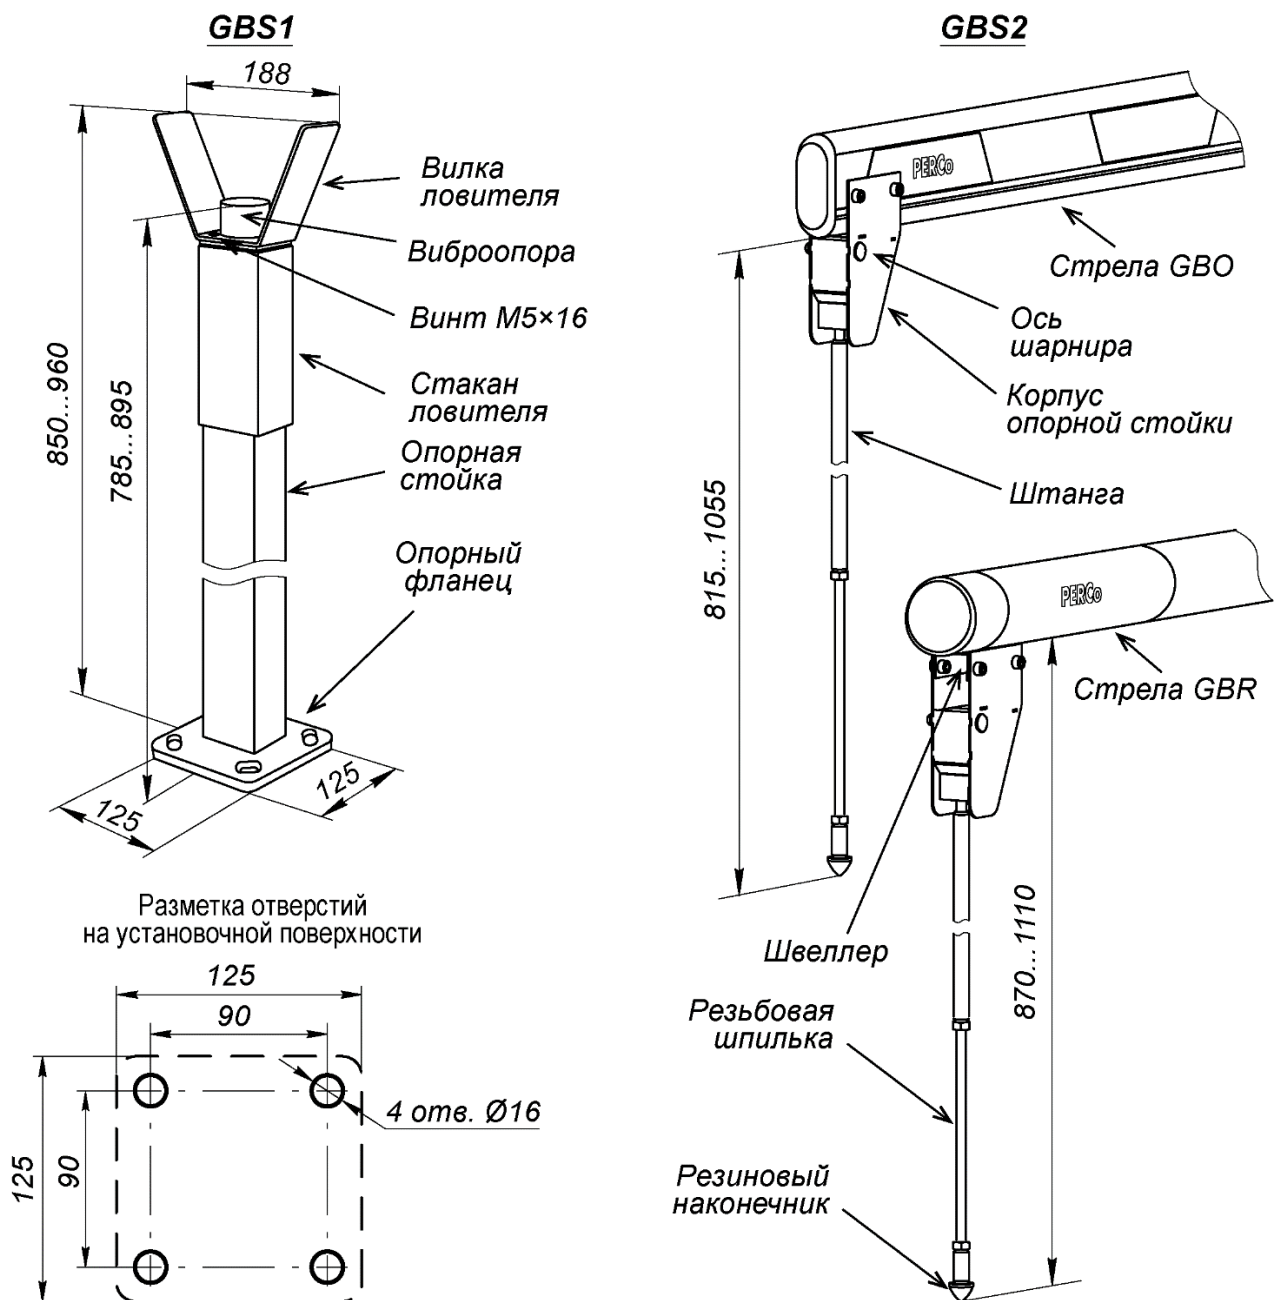

Рисунок 16. Внешний вид опорных стоек **PERCo-GBS1** и **PERCo-GBS2**
При необходимости устанавливается опорная стойка с ловителем стрелы **PERCo-GBS1**. Также устанавливать опорную стойку рекомендуется при длине стрелы более 4 метров. Опорная стойка **PERCo-GBS1** состоит из стойки прямоугольного сечения с опорным фланцем и ловителя стрелы (см. рис. 16).
1. Выполните в установочной поверхности отверстия в соответствии с разметкой (рис. 16). Ось опорной стойки должна совпадать с продольной осью стрелы шлагбаума (обращаем внимание, не с осью стойки шлагбаума!, см. рис. 7). Размер отверстий на схеме указан для анкеров типа PFG IH10 («SORMAT»), при использовании других типов анкеров необходимо выполнять отверстия соответствующих им диаметра и глубины.